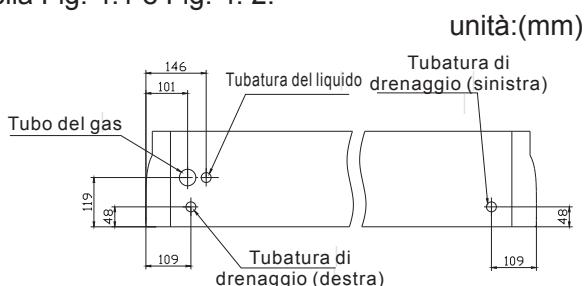

Fig. 4.1 La posizione di connessione del tubo
- (1) Le posizioni di collegamento del tubo sono mostrate nella Fig. 4.1 e Fig. 4.2.